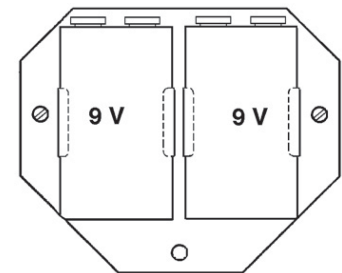

Figura 8
9. Reemplazo de las baterías – Retire la tapa. Inserte baterías nuevas cambiando una después de la otra, y vuelva a montar el totalizador (Figura 8).